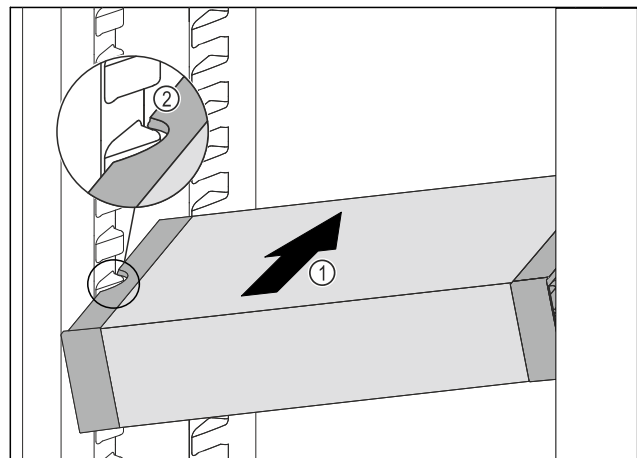

Fig. 37
- ▶ Inserire VarioSafe ad angolo nel vano frigorifero Fig. 37 (1) fino a quando le cavità laterali Fig. 37 (2) di VarioSafe non si trovano al livello della nervatura del contenitore nel vano frigorifero.